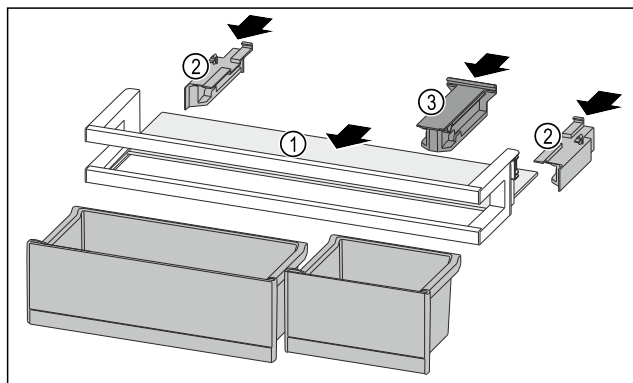

Fig. 201
- Insérer la tablette de rangement Fig. 201 (1) dans les évidements latéraux.
- Installer les parties latérales Fig. 201 (2).
- Installer la pièce de retenue Fig. 201 (3).